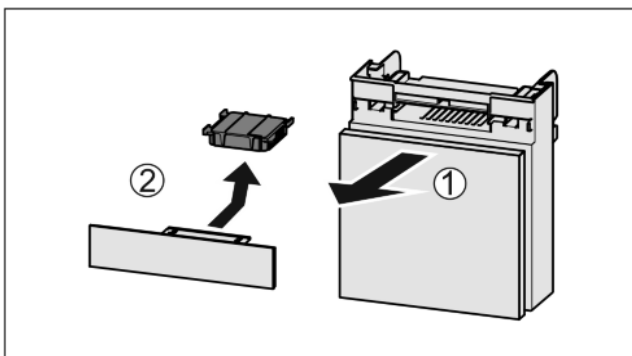

Fig. 41
- ▶ Estrarre il vano tirando in avanti Fig. 41 (1).
- ▶ Rimuovere il filtro a carboni attivi Fig. 41 (2).